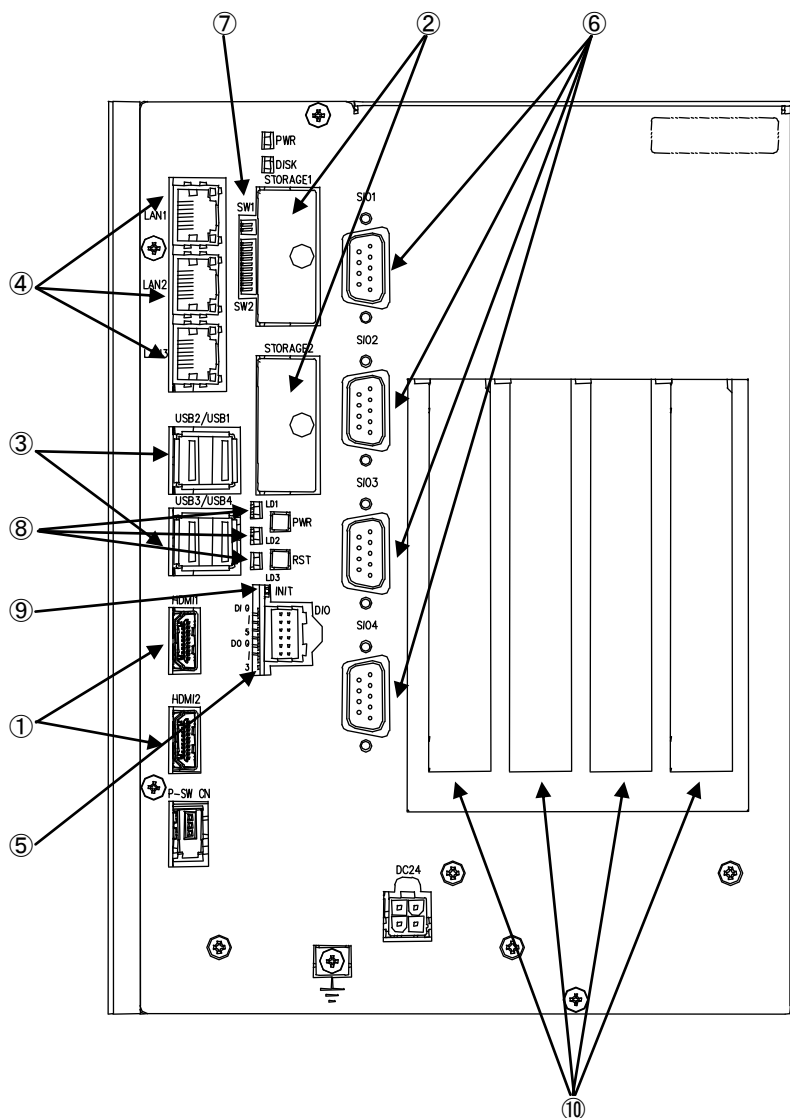
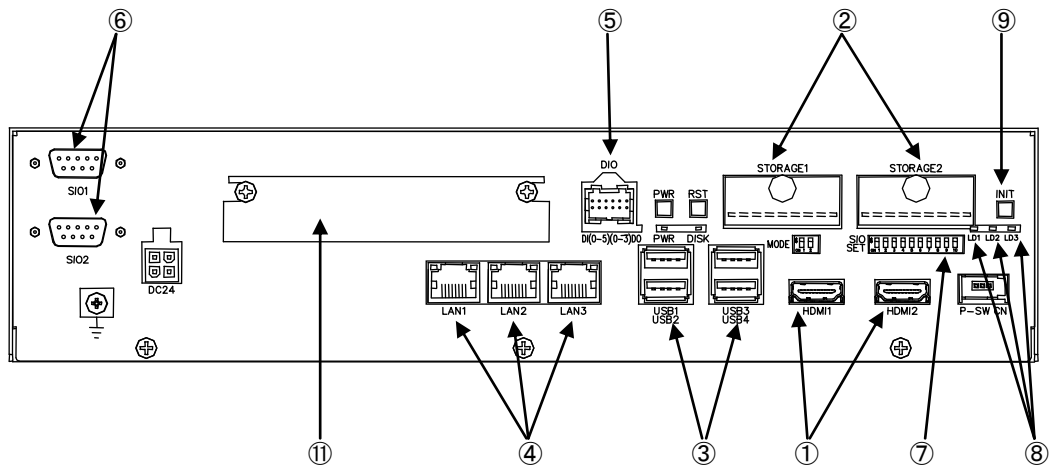

図 3-1-1. 外形図 (FC4-422A)
図 3-1-2. 外形図 (FC4-100A)
FC シリーズの外形図を図 3-1-1、図 3-1-2 に示します。各部名称を表 3-1-1 に示します。
COM1	SI01 (図 3-1-1 ⑥) アプリケーションでシリアル通信に使用できます。 シリアルポート設定スイッチと組込みシステム機能のシリアルコントロール機能を使用することで、RS-232C/422/485 を切替えることができます。
COM2	SI02 (図 3-1-1 ⑥) アプリケーションでシリアル通信に使用できます。 シリアルポート設定スイッチと組込みシステム機能のシリアルコントロール機能を使用することで、RS-232C/422/485 を切替えることができます。
COM3	SI03 (図 3-1-1 ⑥) アプリケーションでシリアル通信に使用できます。
COM4	SI04 (図 3-1-1 ⑥) アプリケーションでシリアル通信に使用できます。
ローカルエリア接続	LAN1 (図 3-1-1 ④): 1000BASE Ethernet
ローカルエリア接続 2	LAN2 (図 3-1-1 ④): 1000BASE Ethernet
ローカルエリア接続 3	LAN3 (図 3-1-1 ④): 1000BASE Ethernet
汎用入出力	汎用の入出力です。 入力 6 点、出力 4 点を制御できます。 (図 3-1-1 ⑤)
内蔵拡張インターフェース	オプションの専用拡張基板を接続できます。(図 3-1-2 ⑪)